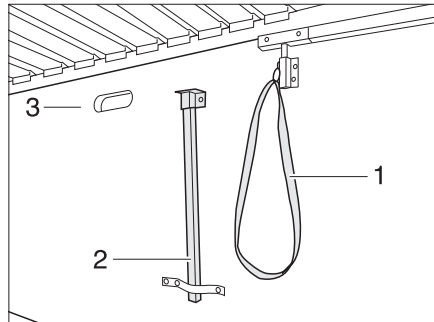

Bild 125 Stütze und Entriegelung
- Stauraumklappe öffnen und Stützfuß (Bild 125,2) unter dem Bett aufklappen.
- An Schlaufe (Bild 125,1) ziehen und Bett (Bild 125,3) nach unten kippen.